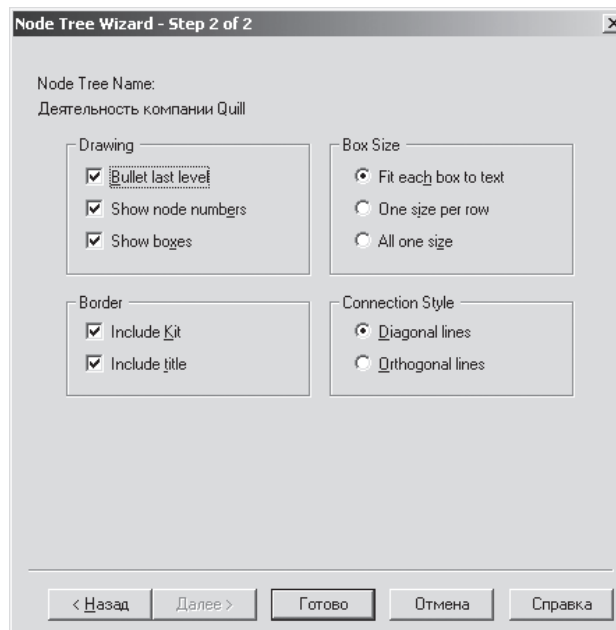

Рис. 4.2. Второй диалог гида Node Tree Wizard
2. Во втором диалоге установите опции, как на рис. 4.2.